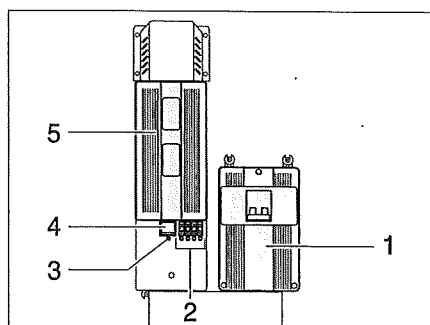
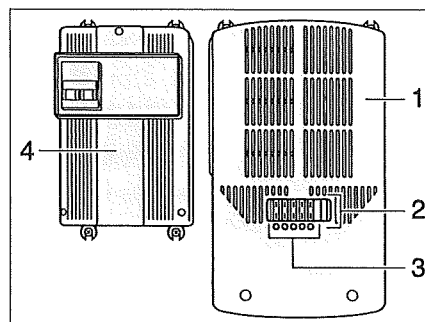

Bild 84 Transformatorenhet (typ I)
Bild 85 Transformatorenhet (typ II)
Transformatorenheten (Bild 84,5 resp. Bild 85,1) är monterad bredvid 230 V-säkringsautomaten (Bild 84,1 resp. Bild 85,4).
I transformatorenhet finns en huvudbrytare (Bild 84,4) (endast typ I), flera säkringar (Bild 84,2 resp. Bild 85,2) och ett överbelastningsskydd integrerat. En defekt säkring eller kortslutning i strömkretsen signaliseras genom en röd lysdiod under säkringen (Bild 84,2 resp. Bild 85,3).
- Tryck ner huvudbrytaren (Bild 84,4): ställning "ON". Den gröna lysdioden (Bild 84,3) lyser när en 230 V-spänning föreligger.
- Tryck huvudbrytaren (Bild 84,4) uppåt: ställning "OFF".